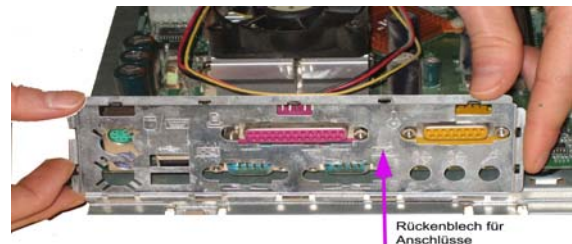

Abbildung 80: Rückenblech anbringen
4. Falls ein entfernbare Rückenblech, Abbildung 80, existiert, wird dieses aufgesetzt, bevor das Blech wieder ins Gehäuse geschraubt wird.